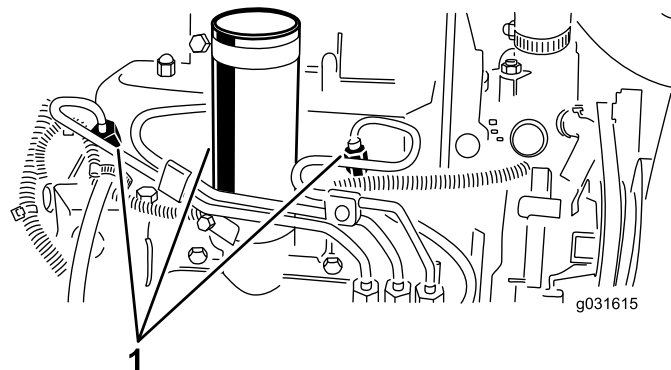

図 55
1. 燃料噴射ポンプの No.1インジェクタノズル 図 55 へのパイプ接続部をゆるめる。